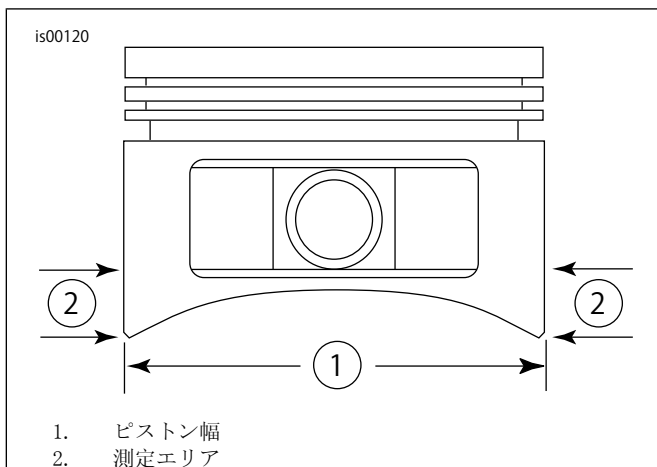

図1。ピストン測定
5. 「図1」を参照。ピンピストンピン穴の両側から、水平に90度、スカートの最も低い部分から0.285インチ上(2)で、ピストン幅(1)を測定します